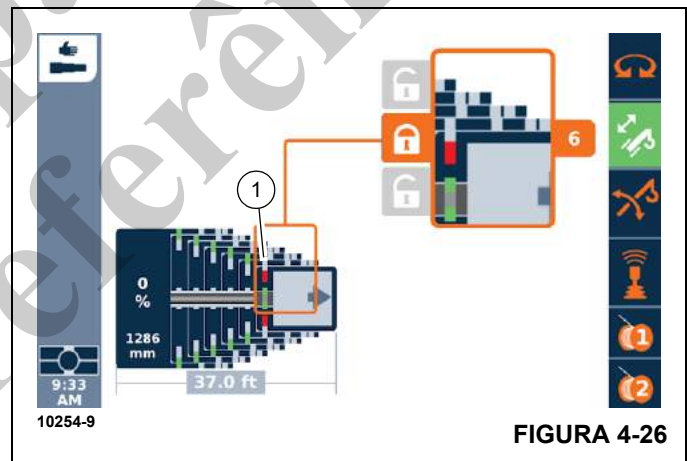

FIGURA 4-26
2. Confirme a seleção — os pinos de travamento serão retraídos. Símbolo (1, Figura 4-26) vermelho.